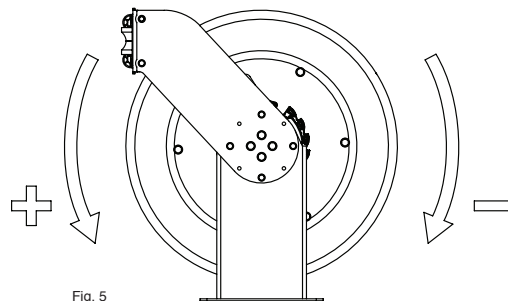

Fig. 5
6. Apply the pre-tension to the power spring by turning the spool the number of turns indicated below, depending on the power spring version and the hose length (fig. 5).
6. Snurra trumman för att skapa förspänning i fjädern, antalet varv beror på slanglängd och dimension, se tabell (fig 5.)
6. Spannen Sie die Schlauchfeder vor, indem Sie abhängig vom Trommelfedertyp und der Schlauchlänge die angegebene Anzahl von Drehungen an der Schlauchtrommel ausführen (Abb. 5).
4. Turn the spool to increase or decrease the power spring tension (fig. 5).
4. Snurra på trumman för att öka eller minska på fjäderspänningen (se fig 5).
4. Drehen Sie die Schlauchtrommel, um die Federspannung zu erhöhen oder zu reduzieren (Abb. 5).